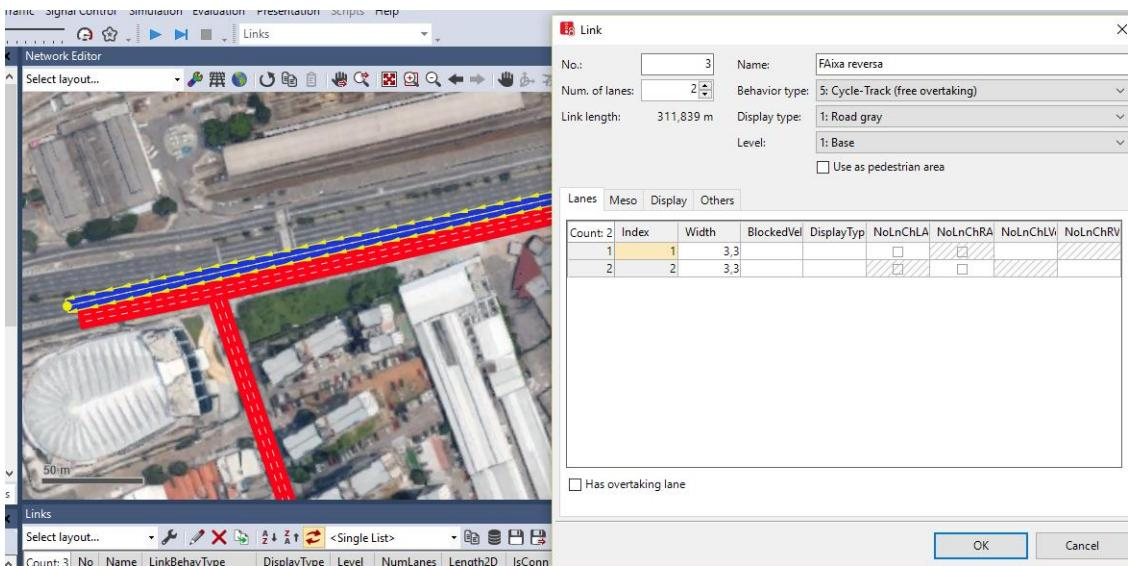

Figura 09
15. Para a faixa reversa, indicada com cor diferente na figura abaixo, comece o link pelo Viaduto Guadalara e utilize os seguintes parâmetros: **number of lanes** (2), **name** (Faixa Reversa), **behavior type** (cycletrack), **width** (3,3 meters). Clique OK (Figura 09).